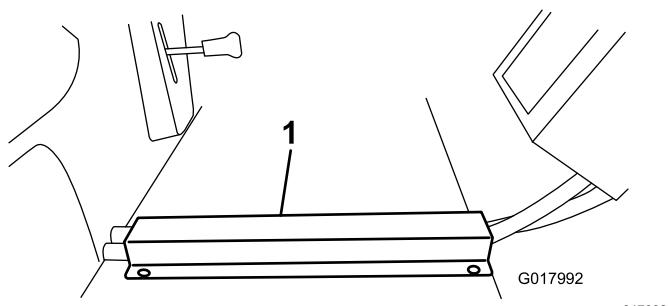

図 29
3. ホースの上からホース用チャネルを被せて、前側のエッジをフロアボードの前側のエッジにそろえる。フロアボードにドリルで穴を開けて、タップねじで固定する**図 29**。